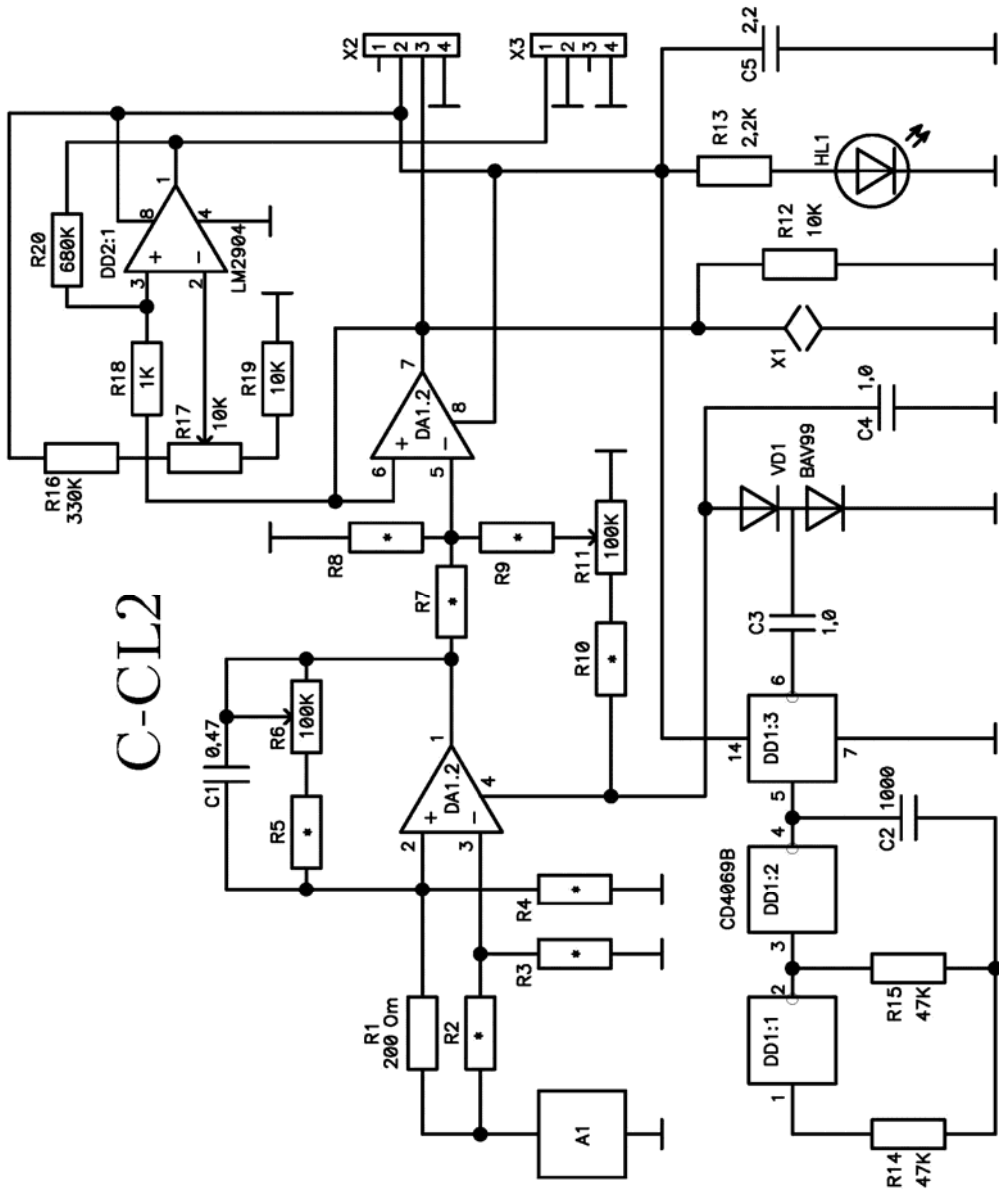

рис.2
- Плата для двухэлектродного электрохимического сенсора (маркировка «С-CL2») – используется в ГС «Агат», «Астра», «Хмель», «Хвощ» с сенсорами Е-2 производства Украины, в ГС «Мак» с сенсором производства фирмы Sixth Sense, а также в ГС «Клевер». Принципиальная схема показана на рис.2, расположение элементов – на рис.2а.
рис.2а